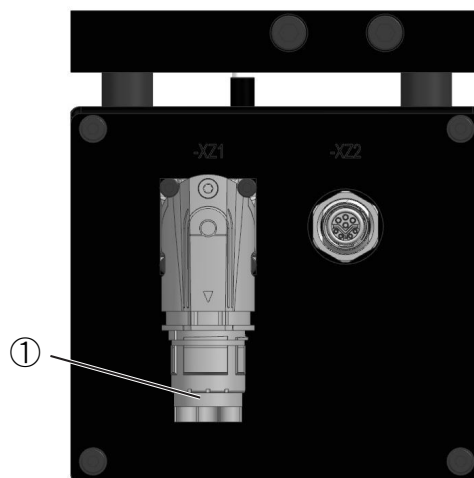

図 10: DDC ボックス前面へのコントロールケーブルの接続位置
1. 制御ケーブルを DDC ボックスの-XZ1 接続(図 10、①)に接続します。